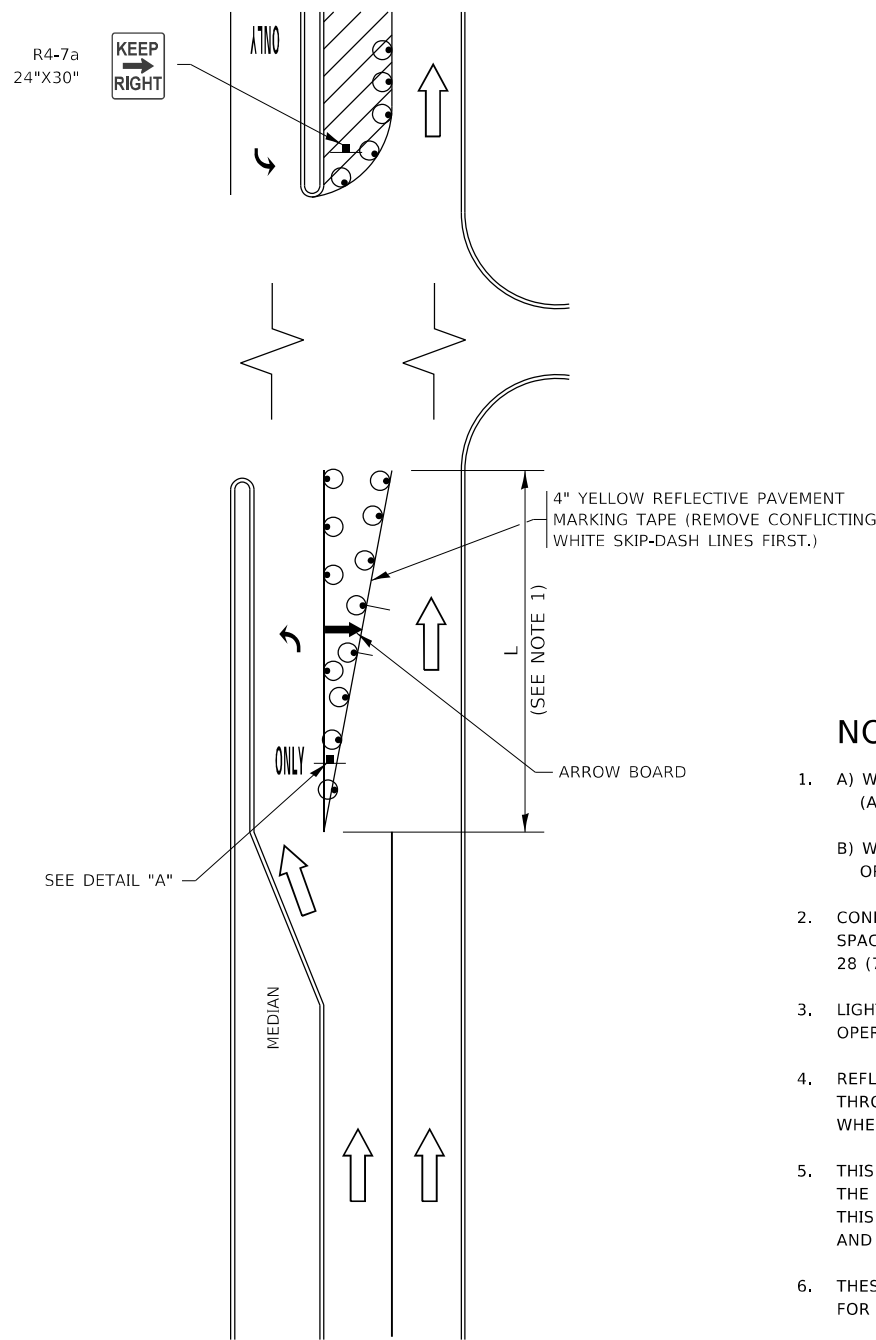

FIGURE 1
- A) WHEN "L" IS \leq THE STORAGE LENGTH OF THE TURN LANE (AS SHOWN IN FIG. 1), USE FIGURE 1.